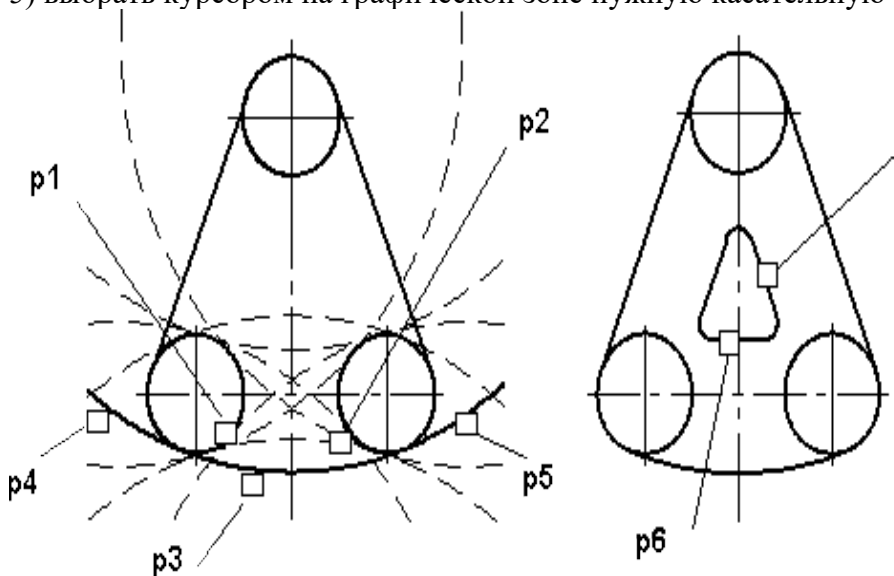

Рис. 2.2. Построение окружности касательной к двум окружностям и двум прямым
2) указать графическим курсором произвольную точку (точка p1) на первой заданной окружности, с которой должна касаться искомая окружность (рис. 2.2а);
3) указать графическим курсором произвольную точку (точка p2) на второй заданной окружности, с которой должна касаться та же искомая окружность (рис. 2.2а);
5) выбрать курсором на графической зоне нужную касательную окружность (указать точку p3) и щелкнуть по кнопке  – Создать объект панели специального управления (рис. 2.2а);